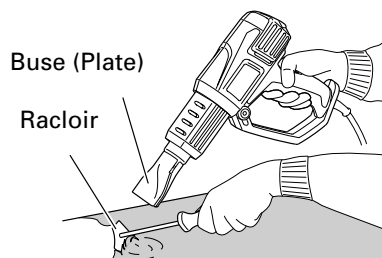

Fig. 6
1. **Décapage de la peinture (Fig. 6)**